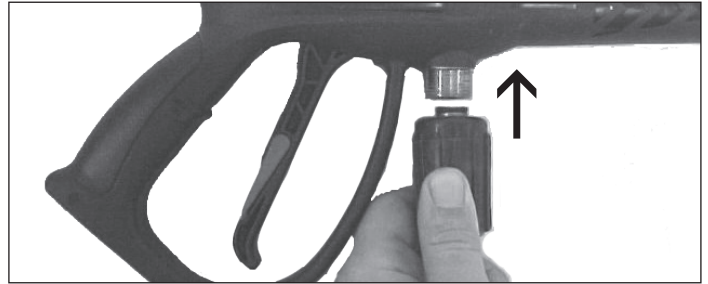

Figure 8 - Raccorder le tuyau haute pression à le pistolet
5. Fixez la lance au pistolet (voir la Figure 8).